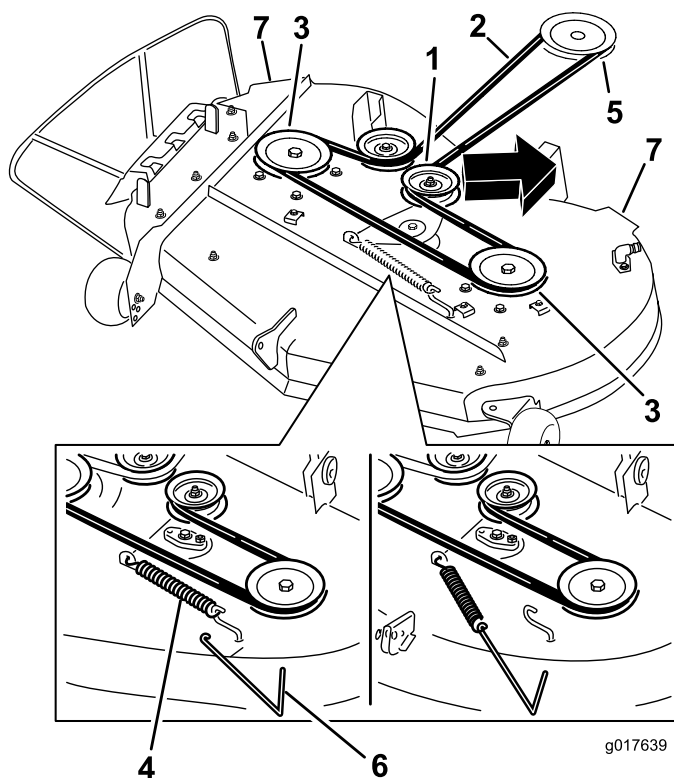

Figura 59
4. Usando una herramienta para la retirada de muelles (Pieza Toro N° 92-5771), retire el muelle tensor del gancho de la carcasa para eliminar la tensión de la polea tensora, y retire la correa de las poleas (Figura 59).
5. Pase la correa nueva alrededor de las poleas del motor y del cortacésped (Figura 59).
6. Usando una herramienta para la retirada de muelles (Pieza Toro N° 92-5771), instale el muelle tensor sobre el gancho de la carcasa y tense la polea tensora y la correa (Figura 59).